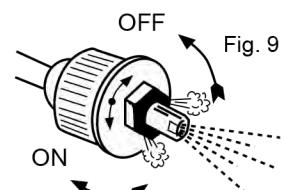

Fig. 9
- 2.5.1 – **Método de baja presión:** la salida del detergente se obtiene a través del cabezal porta boquilla (Fig. 9) colocado en la lanza. Destornillando la misma hasta "off" se tiene la salida de agua y detergente a baja presión. Atornillando la misma hasta "on", se tiene el regreso del agua y detergente a alta presión sin detergente.